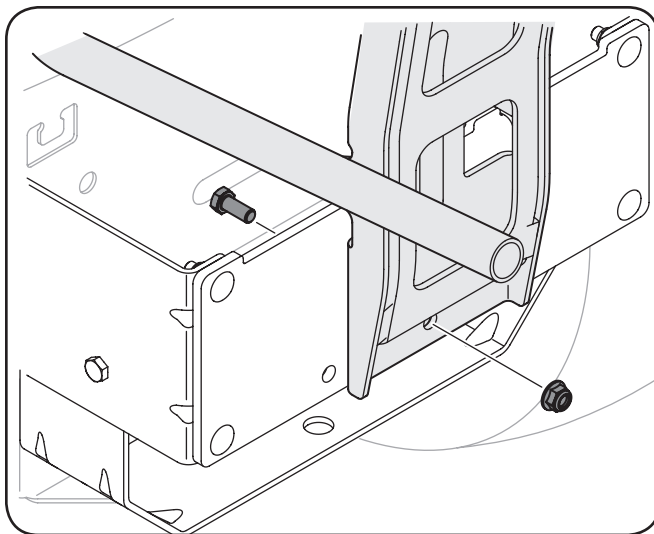

Figure 4-11
2. Fixez l'assemblage des battants au support de montage à l'aide d'un boulon 5/16" et d'un écrou à épaulement fournis. Consultez la figure 4-11.